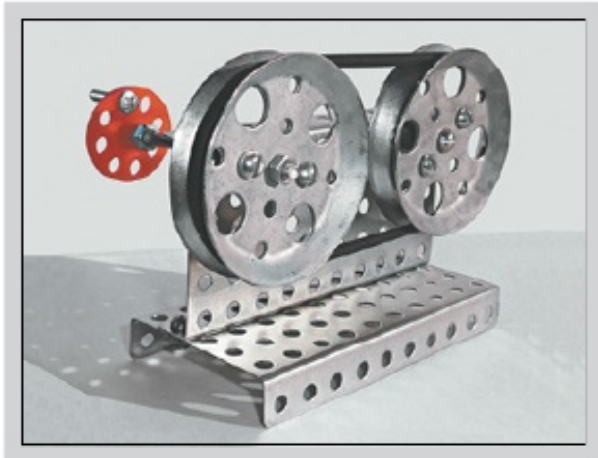

Рис. 14. Модель ремённой передачи
1. Сконструировать модель ремённой передачи по заданному образцу (прототипу) (рис. 14) с помощью образовательного конструктора.